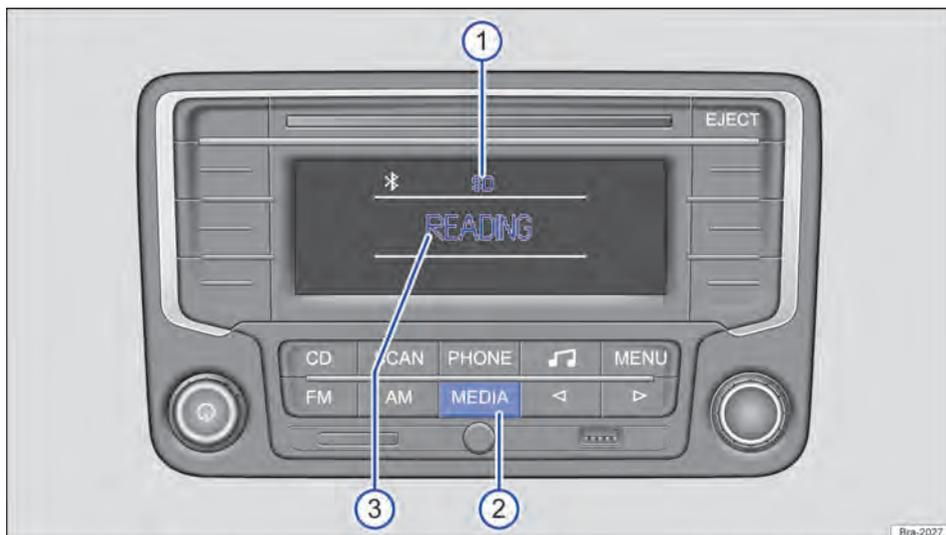
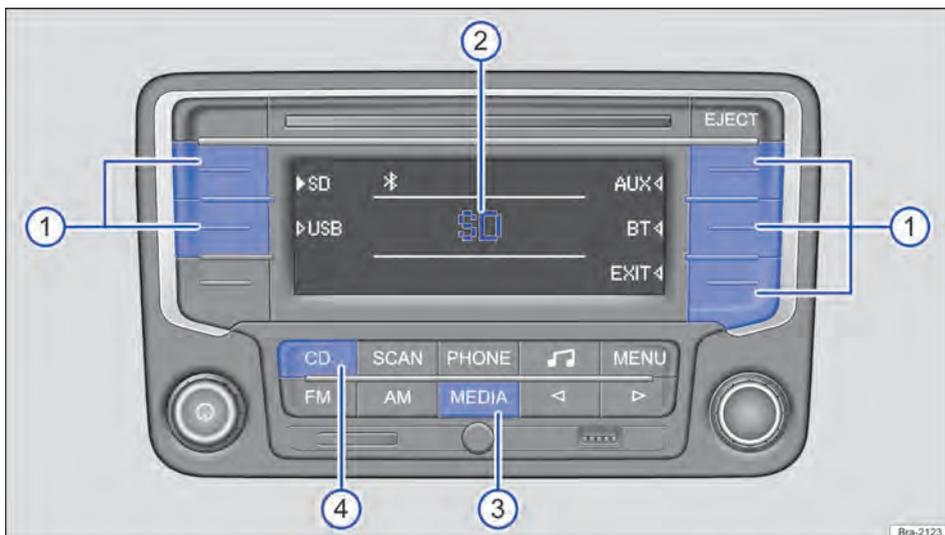

Fig. 135 Exemplo de exibição na operação de mídia: o rádio lê arquivos de um cartão SD.
Fig. 136 Exemplo de exibição na operação de mídia: a reprodução da última fonte de mídia tocada é continuada, outras fontes de mídia são selecionáveis.
Na operação de mídia podem ser selecionadas e controladas diferentes fontes de mídia. Para trocar para a operação de mídia, pressionar brevemente o botão do aparelho [MEDIA] → Fig. 135 ②.
Se a última fonte de mídia tocada ainda estiver conectada, a reprodução dessa fonte de mídia será automaticamente continuada e na troca para a operação de mídia ela será brevemente exibida no centro do display → Fig. 136 ②.
Na operação de mídia em execução, a fonte de mídia selecionada sempre será exibida na parte superior central do display → Fig. 135 ①.
Todas as fontes de mídia selecionáveis → Página 162, *Selecionar as fontes de mídia* são exibidas na área lateral do display → Fig. 136. Em algumas situações de operação, por exemplo, enquanto o rádio lê uma fonte de mídia, nenhuma fonte de mídia é selecionável → Fig. 135.
No centro do display é exibido o status atual da fonte de mídia, por exemplo, **READING**, enquanto o rádio lê uma fonte de mídia → Fig. 135 ③, informações sobre a faixa → Página 164 ou mensagens de erro:
Iniciar a operação de mídia → Página 161, *Menu principal MEDIA*. Se a última fonte de mídia tocada ainda estiver conectada, a reprodução dessa fonte de mídia será automaticamente continuada e na troca para a operação de mídia ela será brevemente exibida no centro do display → Fig. 136 ②.
Nas áreas laterais do display são exibidas todas as fontes de mídia selecionáveis → Fig. 136. Selecionar a fonte de mídia desejada da seguinte maneira:
- Pressionar brevemente o botão de função programado com a fonte de mídia desejada → Fig. 136 ①.
- **OU:** pressionar o botão do aparelho **MEDIA** tantas vezes necessárias até que seja exibida a fonte de mídia (exceto CD) → Fig. 136 ③.
- **OU:** pressionar o botão do aparelho **CD** para reproduzir um CD da unidade de CD interna → Fig. 136 ④.